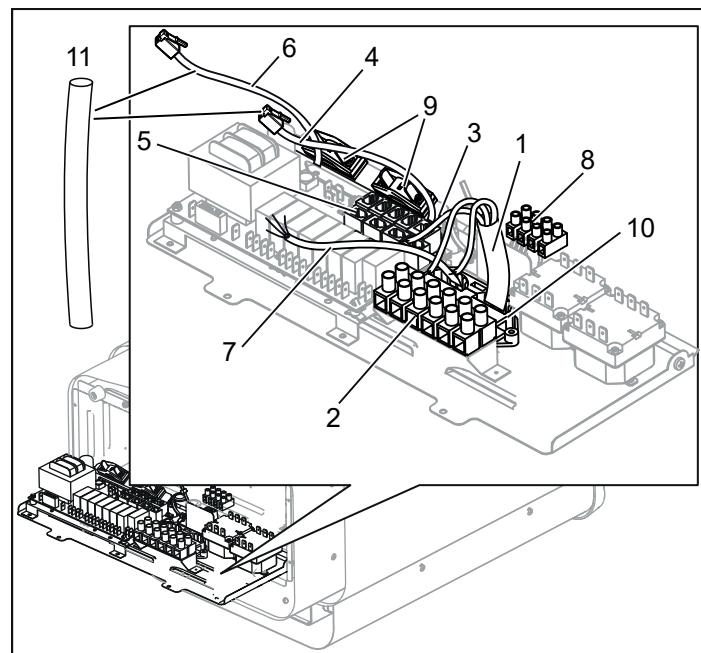
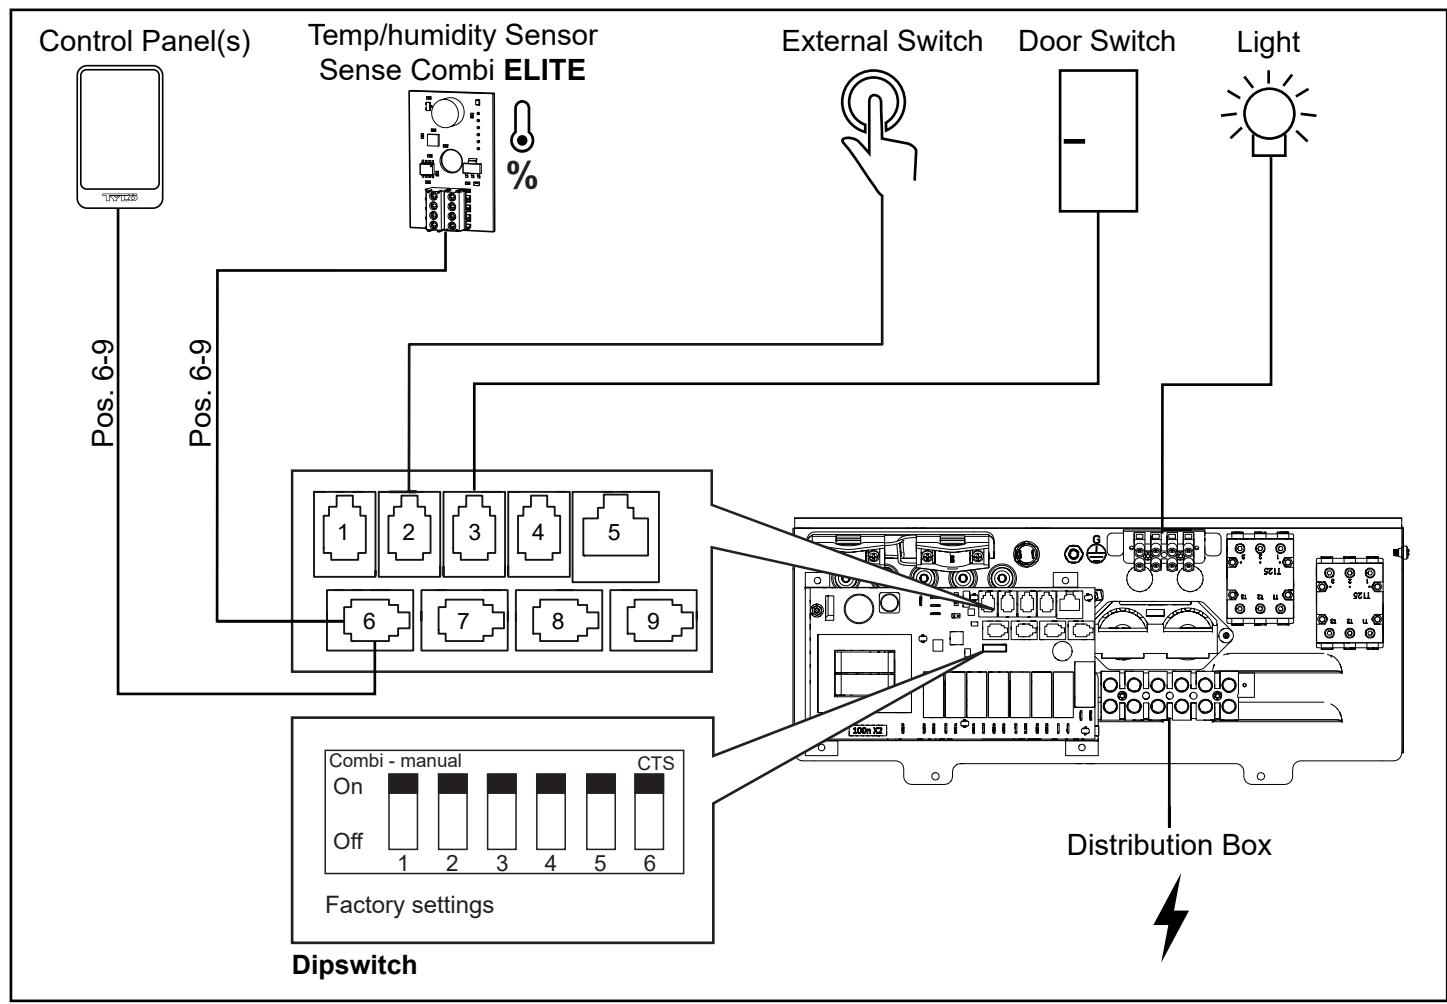
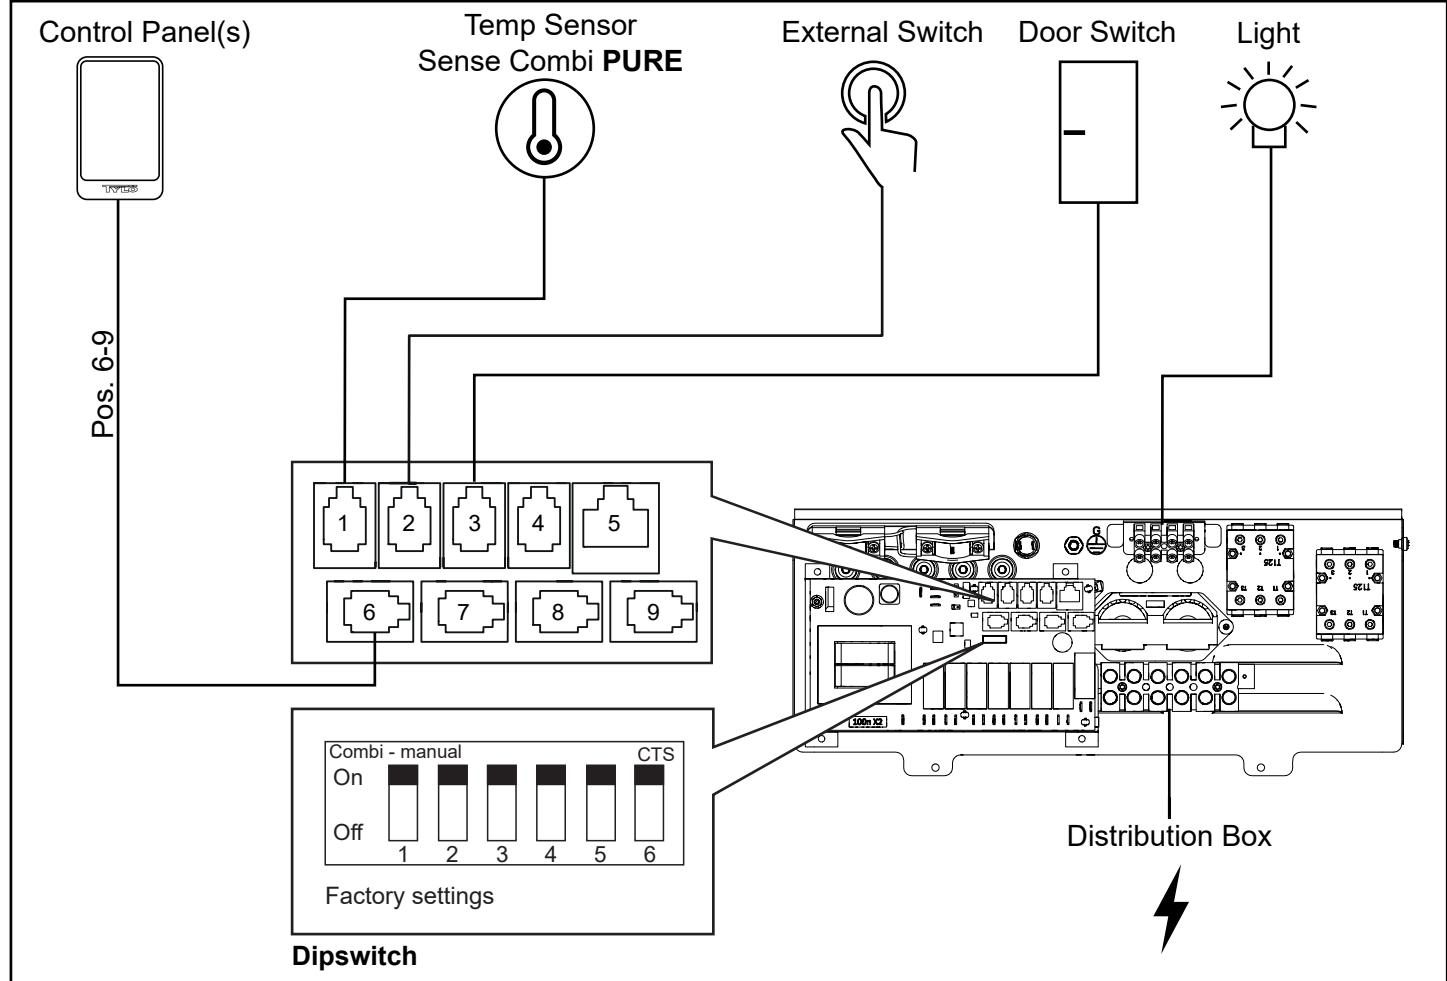

Abbildung 10: Leiterplatte
Abb. 19. Schaltplan Sense Combi Elite
Abb. 20. Schaltplan Sense Combi Pure
4. Verbinden Sie das Elektrokabel (siehe Abbildung 10), wie im Schaltplan gezeigt (siehe Abbildung 17).
5. Führen Sie die Kabel für das Bedienpanel und den Temperaturfühler durch die Kabeltüllen (siehe Abbildung 10). Verbinden Sie das Kabel des Bedienpanels mit einem der vier RS485-Kontakte (Positionen 6-9) (siehe Abbildung 19, 20).
6. **Combi Pure:** Verbinden Sie das Sensorkabel mit dem NTC-Kontakt auf der Leiterplatte (Position 1) (siehe Abbildung 20). **Combi Elite:** Verbinden Sie das Feuchtigkeits- und Temperaturfühlers mit einem der vier RS485-Kontakte (Positionen 6-9) (siehe Abbildung 19).
7. Verbinden Sie das Lichtkabel (sofern relevant), (siehe Abbildung 10), wie im Schaltplan in Abbildung 17 gezeigt.